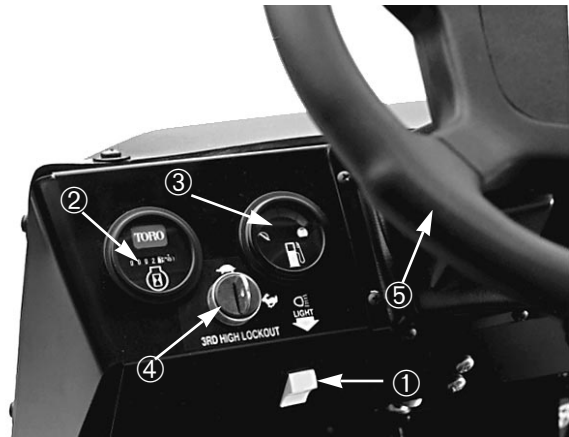

Fig. 11
**Ladekontrollampe** (Fig. 11)—Lyser, når batteriet aflades. Hvis lampen lyser under brugen, skal vognen standses og motoren afbrydes, og man skal undersøge, hvad grunden evt. er, f.eks. om der er noget i vejen med generatorremmen.
**Timetæller** (Fig. 11)—Registrerer det totale antal timer, motoren arbejder. Timetælleren begynder at fungere, når nøglekontakten drejes til TILSLUTTET (ON).
**Lyskontakt** (Fig. 11)—Denne kontakt bruges til at tænde og slukke forlygterne. Tryk for at tænde for lygterne.
**Brændstofmåler** (Fig. 11)—Viser hvor meget brændstof, der er i tanken. Virker kun, når tændingskontakten står på TILSLUTTET (ON).
**Låsekontakt for 3. gear i højt område** (Fig. 11)—Hvis denne kontakt sættes på langsom stilling og nøglen fjernes, vil det forhindre brugen af 3. gear i det høje område. Motoren vil blive afbrudt, hvis gearstangen sættes i 3. gear, når den er i højt område. Sæt
**Rat** (Fig. 11)—Bruges til at styre vognen. Hvis motoren går i stå eller servostyringen ikke virker p.g.a. en fejl, skal der bruges større kraft til at styre vognen.